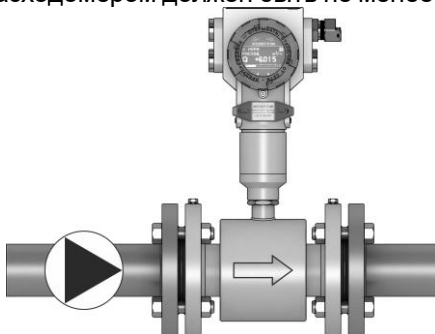

Рисунок 3.6 – Монтаж расходомера (насос в трубопроводе)
3.1.4.8 Насос в трубопроводе должен быть расположен до расходомера по ходу течения жидкости. Прямолинейный участок трубопровода между насосом и расходомером должен быть не менее 20 DN (рисунок 3.6).